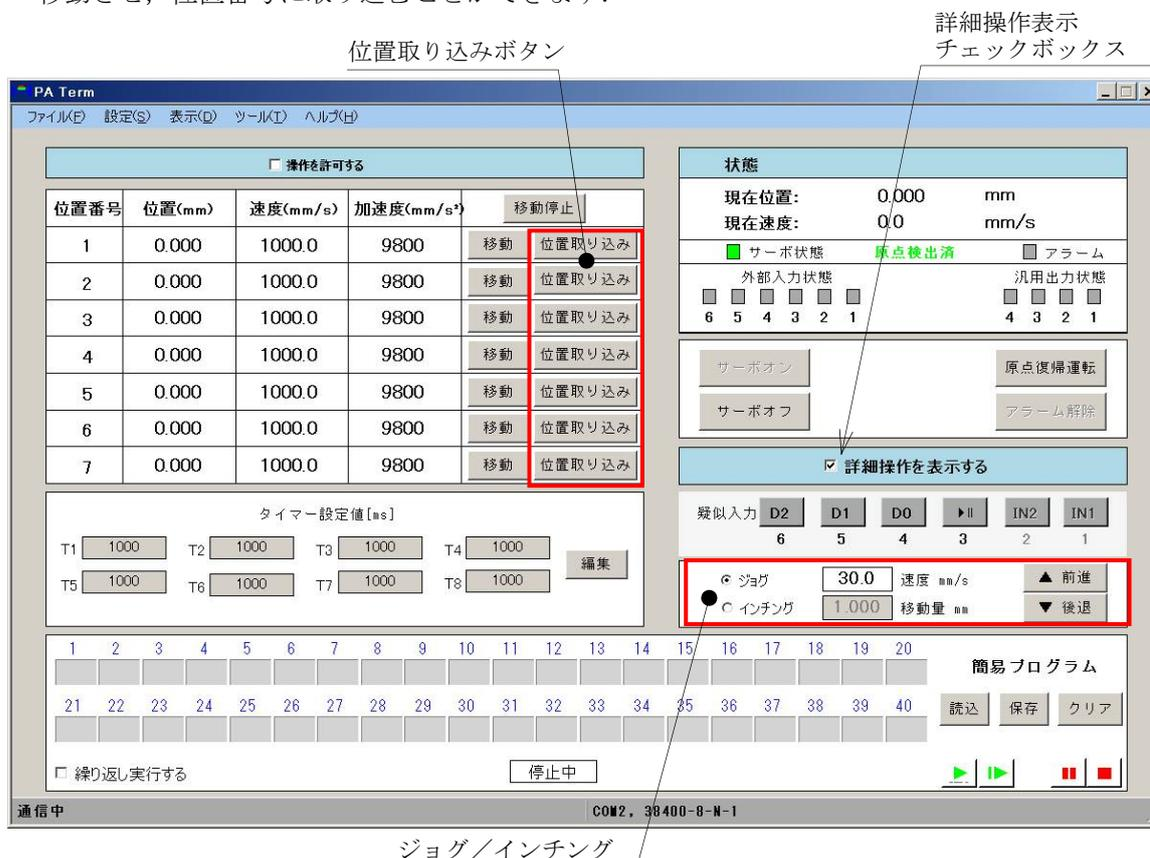

図 8.12 位置リスト設定時（ティーチング）の操作項目
① 詳細操作画面の表示
- 「詳細操作を表示する」にチェックを入れることで、図 8.12 に示す詳細操作画面が表示されます。
② 手動操作
③ ティーチング
④ 位置リストの作成